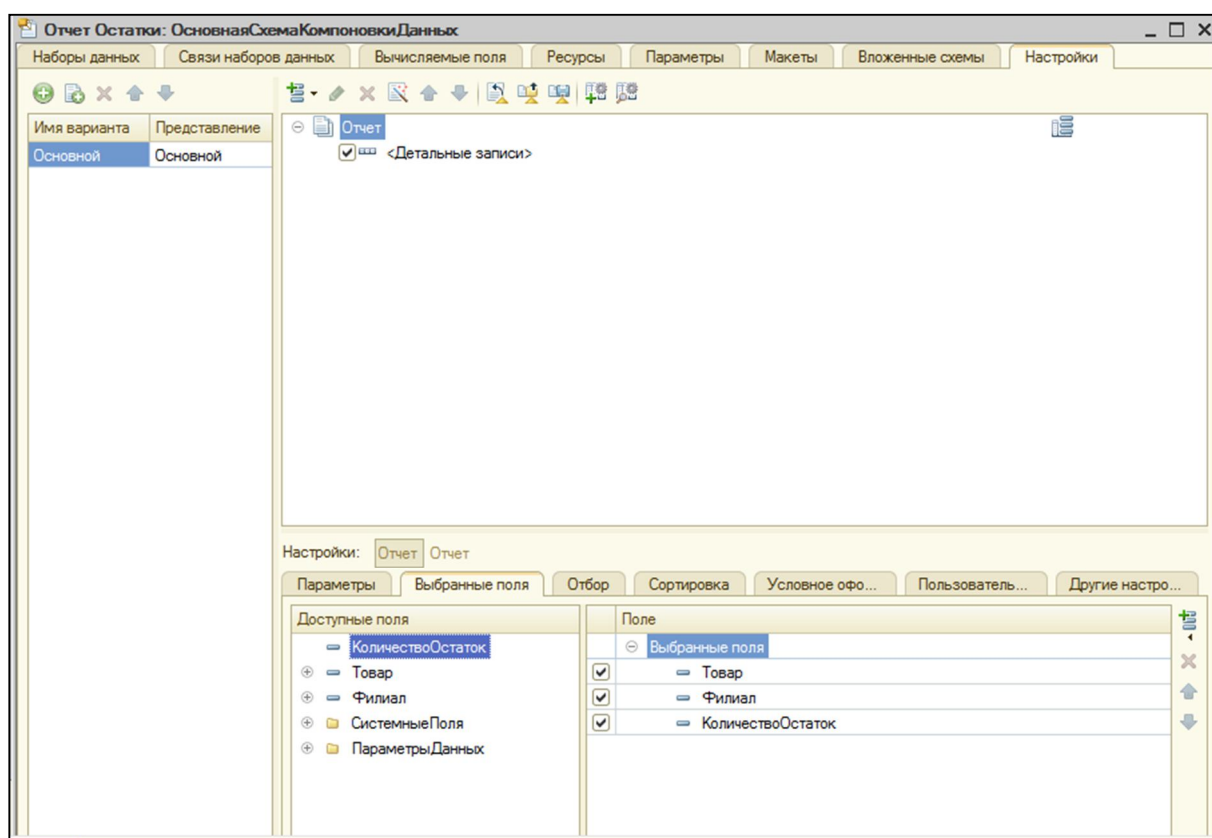

Рис. 61. Окно редактирования отчета «Остатки»
8) на вкладке «Настройки» ОсновнойСхемыКомпоновкиДанных указать «Детальные записи» в окне «Отчет» и выбрать поля в окне «Настройки» (рис. 61).